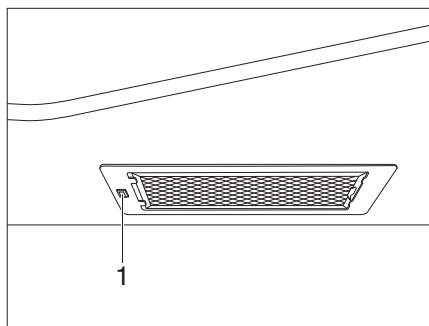

Fig. 346 Cappa di aspirazione
- Accendere e spegnere la cappa di aspirazione tramite l'interruttore (Fig. 346,1).